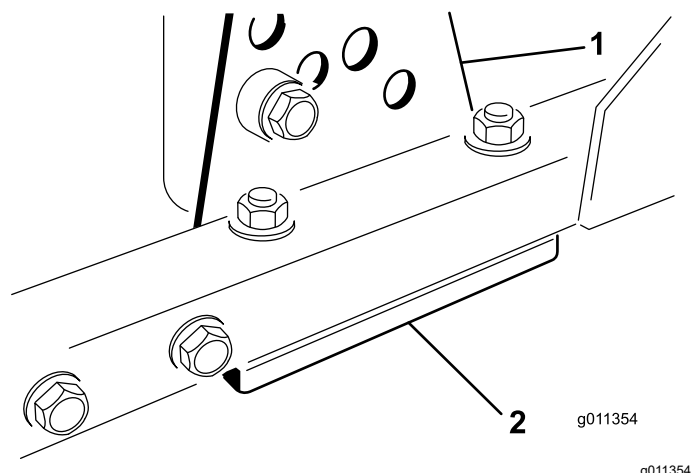

図 70
1. 刈り高ブラケット前、左、右のうち1つをデッキのフレームから外す図 70。
2. デッキフレームとブラケットとの間に厚さ 1.5 mm または 0.7 mm のシム、場合によってはこれらの両方を挿入して、希望する刈高を達成する図 70。